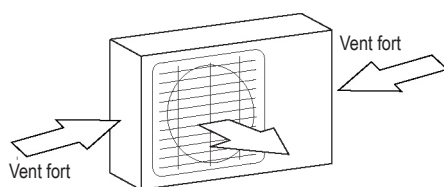

Fig. 5.1
- Si le lieu d'installation est exposé à des vents forts (par exemple, en bord de mer), placez l'unité contre un mur pour la protéger. Si nécessaire, utilisez un auvent. (Voir Fig. 5.1 et 5.2.)